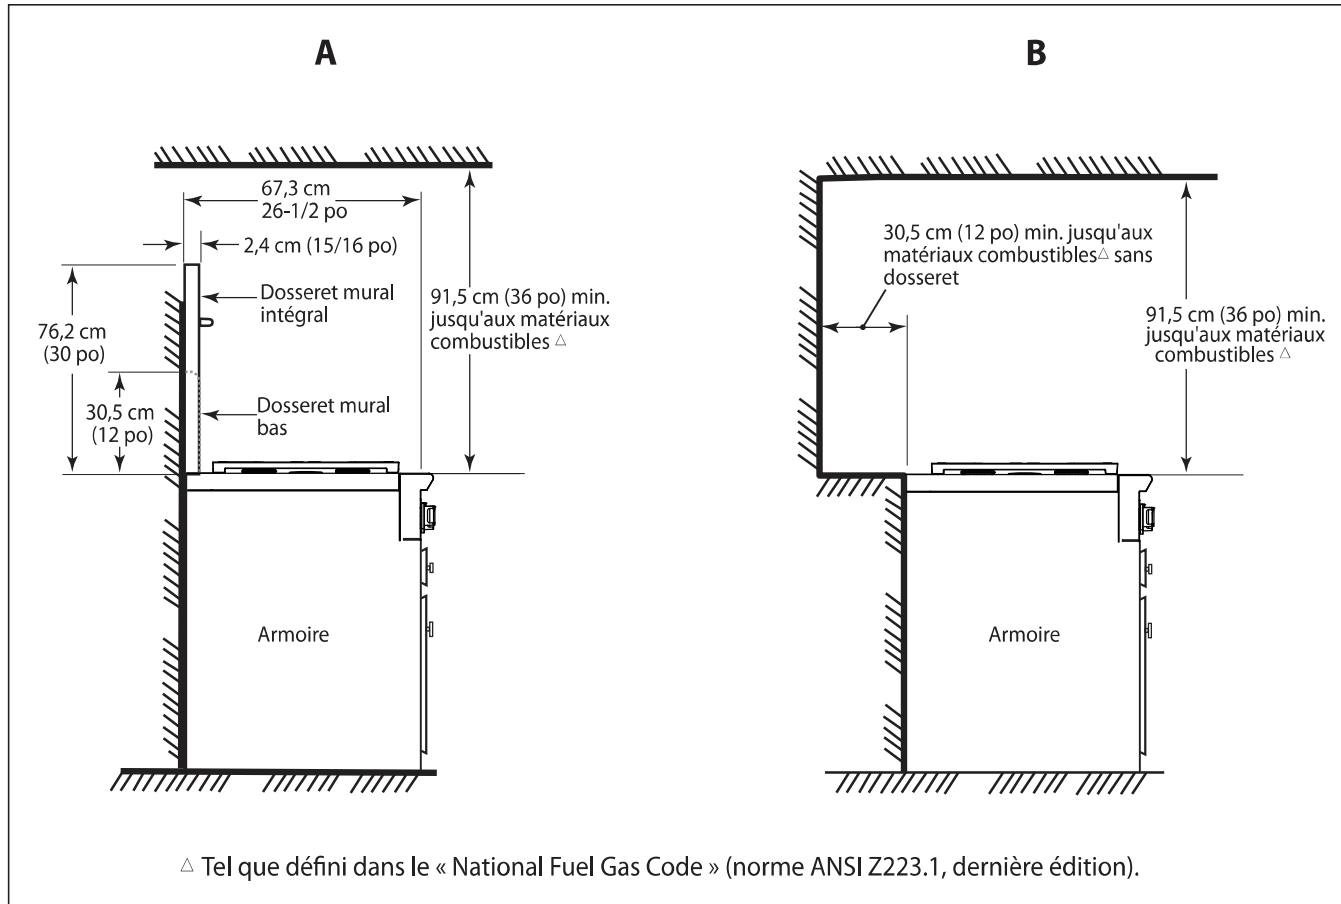

Fig. 6
2. Les dégagements indiqués à la fig. 6, sont obligatoires pour tous les types de dosserets.
Placez le dossieret tel qu'indiqué à la fig. 7. Fixez-le au mur, derrière la table de cuisson. Chaque dossieret (intégral ou bas) est fourni avec ses instructions d'installation. Voir aussi, section de « Planification de l'installation ». Le dossieret doit être installé lorsque le dégagement entre les matériaux combustibles et l'arrière de la table de cuisson (au-dessus de la surface de cuisson) est inférieur à 30,5 cm (12 po). Voir fig. 6.